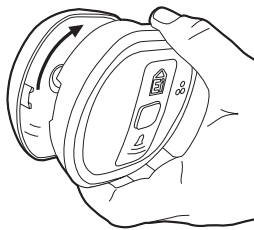

Abb. 4
7. Warmmelder vorsichtig auf dem Sockel ausrichten, leicht andrücken und drehen (siehe Abbildung 4).